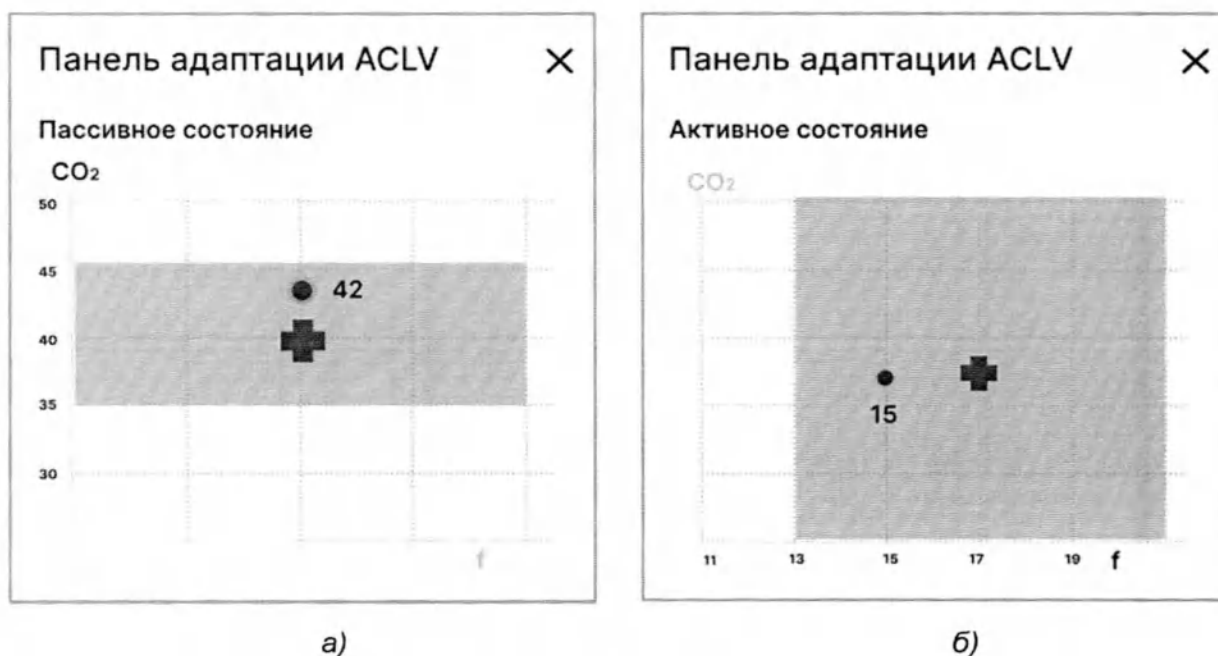

Рисунок 7.15 – Панель адаптации ACLV
- для пассивного пациента – увеличенную схему с текущим значением EtCO₂ и его целевым диапазоном (см. рисунок 7.15 а);
- для активного пациента – увеличенную схему с текущим значением частоты спонтанного дыхания и его целевого диапазона (см. рисунок 7.15 б).